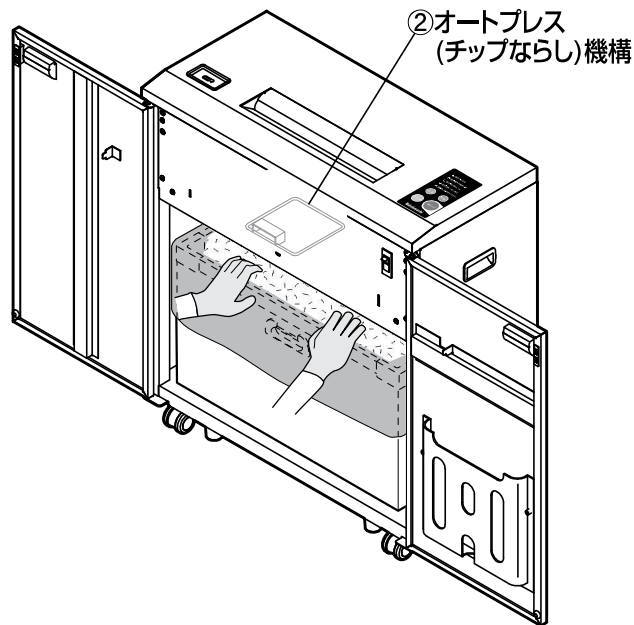

図7 細断紙片の押し下げ
- 1.扉(右扉⑧)、左扉⑨を開けて電源スイッチ①の下側を押して電源を切ってください。
- 2.チップボックス⑮上部の細断紙片を、手で押し下げてください。 **図7 参照**
- 3.チップボックス⑮を引き出し、細断紙片を処理してください。 **P12『細断紙片の処理方法』参照**
- 4.電源スイッチ①の上側を押して電源を入れて、扉(右扉⑧)、左扉⑨を閉めてください。